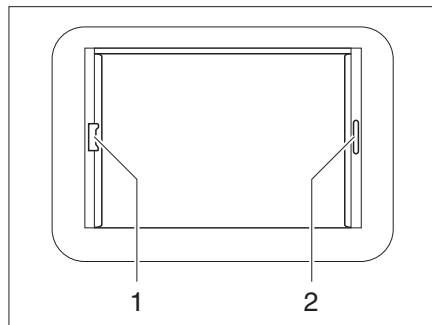

Bild 53 Heki-Dachhaube, Rollo-Verriegelung
- faltverdunklung am Griff (Bild 53,2) ausziehen und an gewünschter position loslassen. Die faltverdunklung bleibt in dieser position stehen.
- Insektenschutzrollo am Griff (Bild 53,1) zum gegenüberliegenden Griff der faltverdunklung (Bild 53,2) ziehen und einrasten lassen.
- Griff des Insektenschutzrollos hinten nach oben drücken und Insektenschutzrollo an der faltverdunklung (Bild 53,2) aushängen.